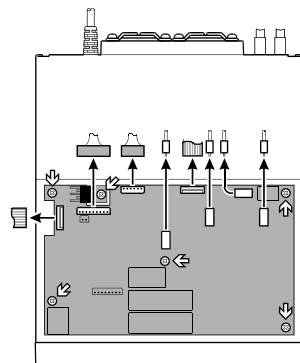

Figure 3
3. Se reporter à la Figure 3, et enlever les six vis qui fixent la platine au châssis. Enlever les quatre câbles coaxiaux apparents, tout comme les deux câbles en nappes, pour permettre le repli de la platine vers l'avant.
6. Remettre la platine dans sa position normale. Remettre les six vis de montage, puis les quatre câbles coaxiaux et les deux câbles en nappe. Observer avec attention le code de couleurs pour les câbles coaxiaux à la Figure 3.